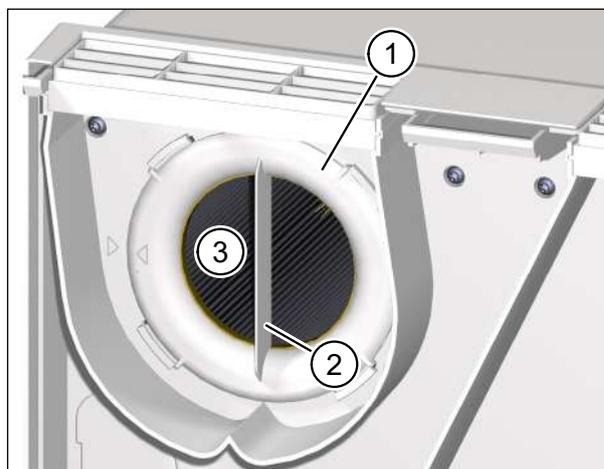

Fig. 20: Rimozione del filtro dell'aria estratta
- ▶ Ruotare l'anello del filtro (pos. 1 nella Fig. 20) per la maniglia (pos. 2 nella Fig. 20) in senso antiorario finché l'anello del filtro si stacca dai supporti.
- ▶ Estrarre l'anello del filtro dall'apparecchio di ventilazione insieme al filtro dell'aria estratta (pos. 3 nella Fig. 20).
- ▶ Controllare la posizione dell'anello del filtro. La maniglia deve essere in verticale e la freccia sull'anello del filtro deve essere allineata alla freccia della posizione d'arresto (vedere Fig. 20 a pagina 38).